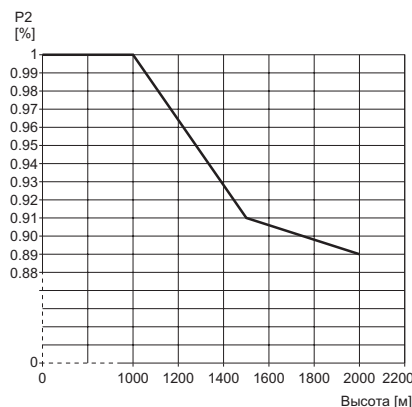

Рис. 10 Снижение выходной мощности электродвигателя (P2) в зависимости от высоты над уровнем моря
- При установке электродвигателей на высоте более 1000 метров над уровнем моря не следует давать им полную нагрузку по причине низкой плотности воздуха и как следствие - ухудшения его охлаждающей способности. См. рис. 10.